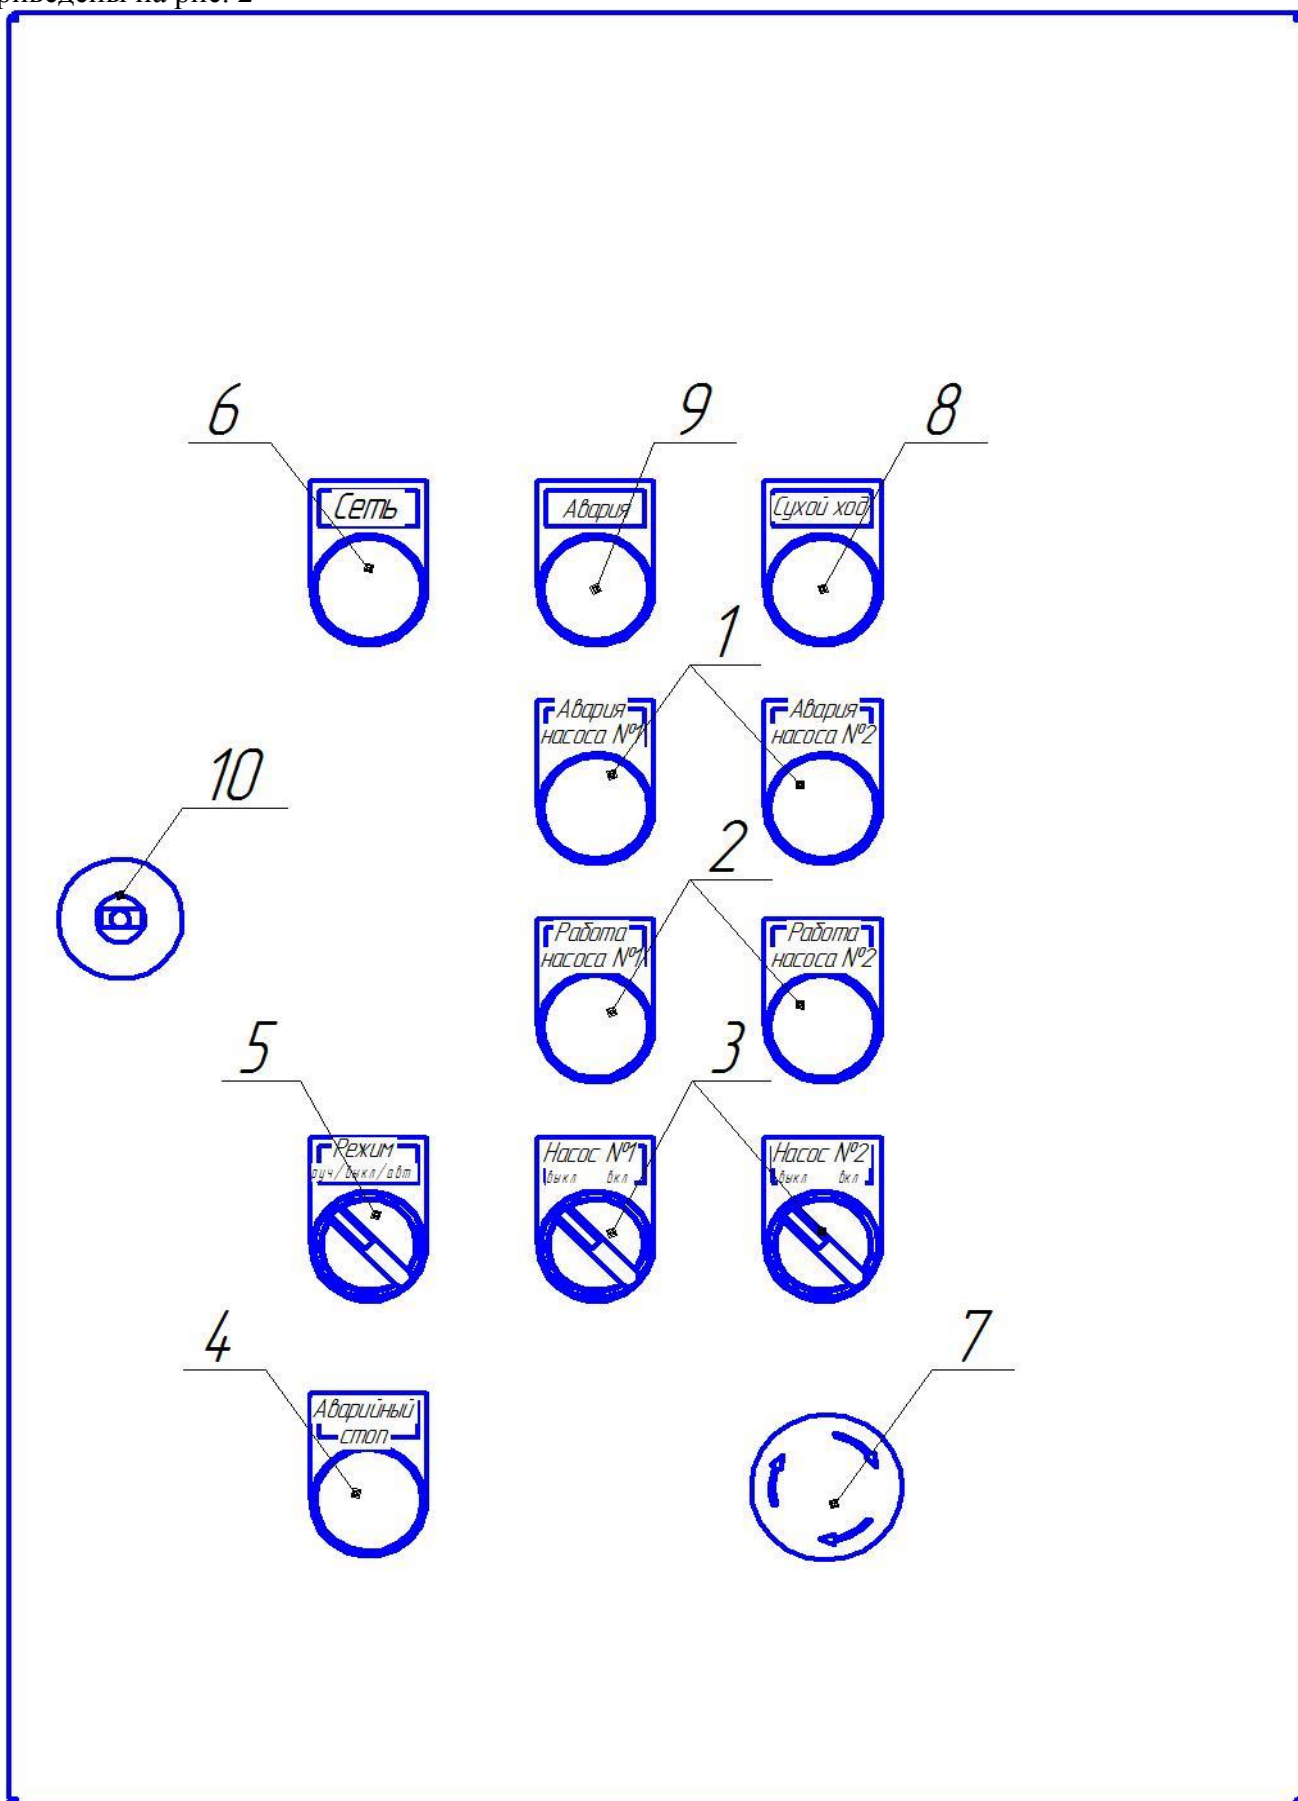

Рис. 2 Органы управления и индикации пульта управления
приведены на рис. 2
3.3 Назначение органов управления и индикации передней панели пульта, указанных на рис.2, приведены в таблице 3.
- Установите переключатели насосов «Выкл./Вкл.» (рис.2 поз.3), в положение «Выкл.».
- Установите переключатель «Режим Ручн./Выкл./Автом.» (рис.2 поз. 5) в положение «Выкл.».
- Включите переключатель электропитания станции (рис.2 поз .9) в положение «Вкл.», загорится светодиод «Сеть» (рис.2 поз. 6).
- Проверьте правильность вращения рабочих колес насосов. Переведите переключатель «Режим Ручн./Выкл./Автом.» (рис.2 поз. 5) в положение «Ручн.».
- Запустите насос на 2-3 секунды включением одного из переключателей насосов «Выкл./Вкл.» (рис.2 поз. 3) в положение «Вкл.», и внимательно наблюдая за вращением крыльчатки охлаждения электродвигателя, определить направление вращения рабочего колеса. Рабочее колесо должно вращаться по направлению стрелки, изображенной на корпусе насоса. Аналогично проверьте направление вращения рабочего колеса остальных насосов.
- включить переключатель электропитания станции (рис.2 поз .9) в положение «Вкл.», при этом должен загореться светодиод «Сеть» (рис.2 .поз. 6).
- установить переключатели насосов (основные №1, №2,, в положение «Вкл.».(рис.2 поз.3)
- включить переключатель электропитания станции (рис.2 поз.9) в положение «Вкл.», при этом должен загореться светодиод «Сеть» (рис.2 поз. 6)..
- установить переключатели насосов в положение «Вкл.»(рис.2 поз.3).
- установить переключатели насосов, которые не будут находиться в работе «Выкл./Вкл.» (рис.2 поз. 3), в положение «Выкл.».
- переключатель «Режим Ручн./Выкл./Автом.» (рис.2 поз. 5) установить в положение «Автом..».
5.5 При возникновении нештатной ситуации для одновременной остановки всех насосных агрегатов нажать кнопку аварийной остановки (рис.2 поз.7). В нажатом положении кнопка фиксируется и загорается индикатор «Аварийный стоп» (рис.2 поз.4)
ВНИМАНИЕ! Снятие фиксации кнопки аварийной остановки необходимо производить только после выключения электропитания насосной станции или установкой переключателя «Режим Ручн./Выкл./Автом.» в положение «Выкл.»(рис.2 поз.5)
5.6 Свечение индикатора «Авария насоса» (рис.2 поз.1) говорит, что электродвигатель данного насоса выведен из работы автоматическим выключателем от перегрузки по току.